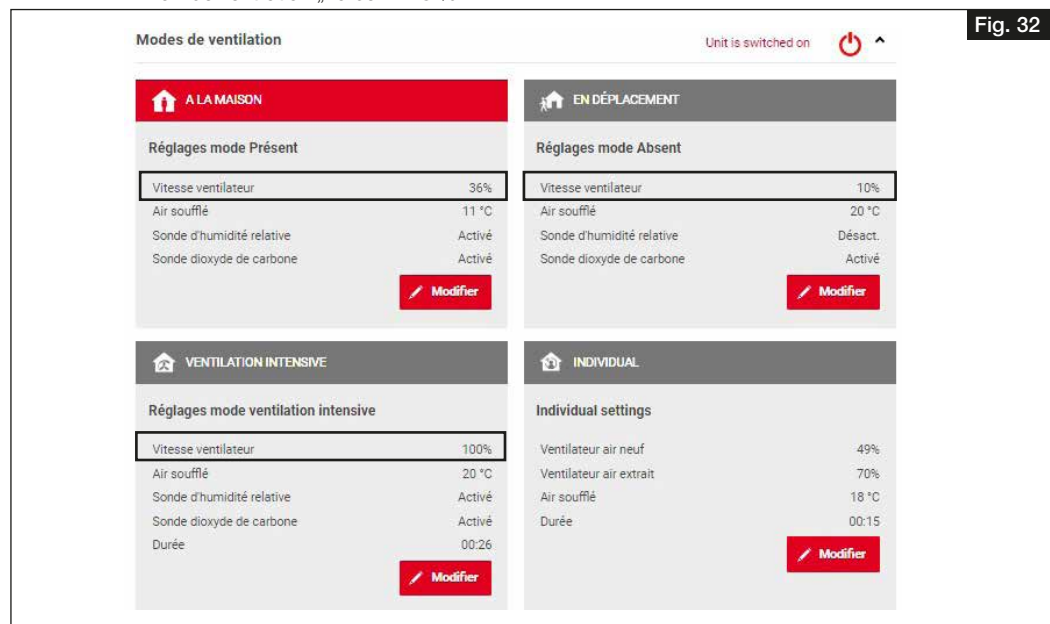

Fig. 32
2. À l'intersection des débits volumiques avec la courbe caractéristique du système, les performances du ventilateur à régler (en%) du profil de ventilation peuvent être lues approximativement. Il convient de les saisir dans le profil de ventilation correspondant à l'aide du logiciel easyControls ou de la commande KWL-BE Touch (voir Fig. 31 et Fig. 32).